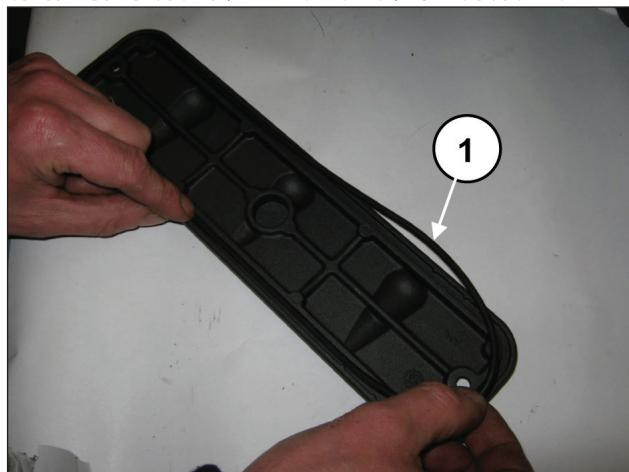
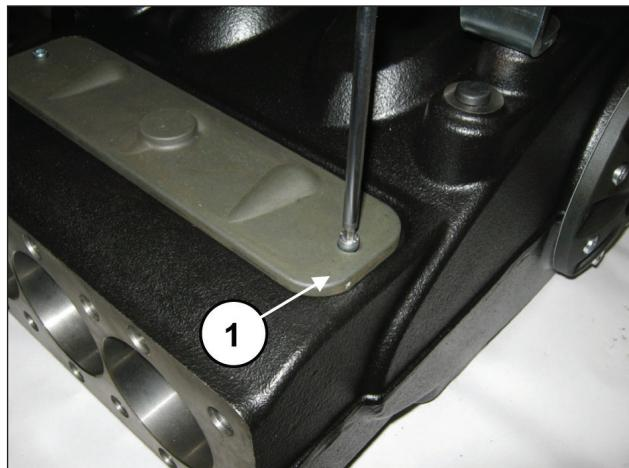

图 93
图 94
用O形圈套在检测盖上（①, 图 93），并通过2个M6x14螺栓（①, 图 94）和2个M6x40螺栓固定。